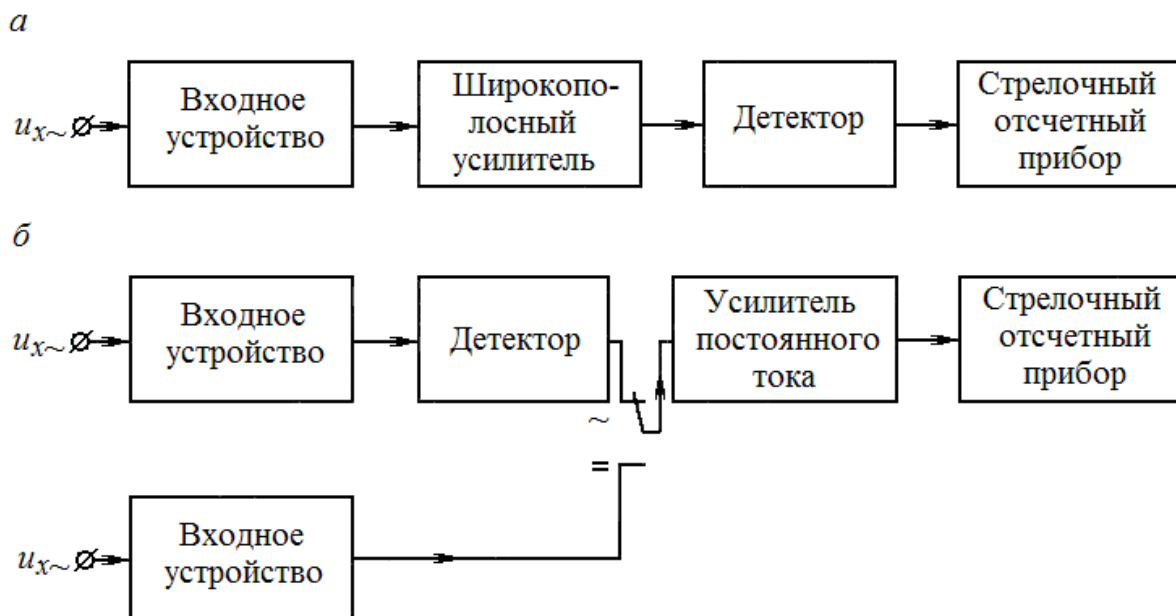

Рис. 3. Структурные схемы аналоговых электронных вольтметров
- 1) вольтметр типа *усилитель-детектор* (рис. 3, а);
- 2) вольтметр типа *детектор-усилитель* (рис. 3, б).
Вольтметры типа детектор-усилитель (рис. 3, б), предназначенные для измерения постоянного и переменного напряжений, имеют широкий диапазон частот. Их недостатком является относительно низкая чувствительность.
Вольтметры типа усилитель детектор (рис. 3, а), предназначенные для измерения переменного напряжения, имеют более высокую чувствительность, но более узкий диапазон частот из-за трудностей создания широкополосных усилителей.